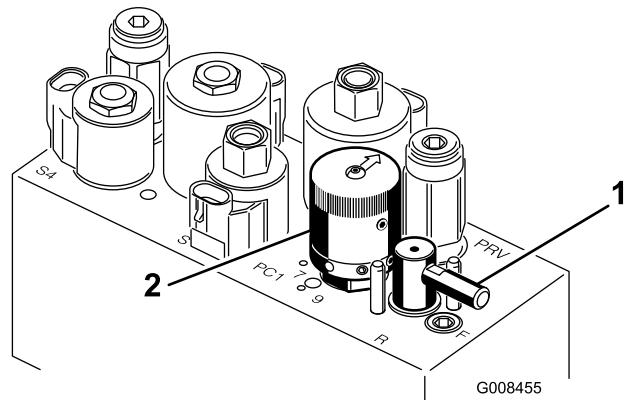

Figura 56
5. Girate la leva di lappatura in posizione "R" (Figura 56).
6. Girate il comando di velocità dei cilindri in posizione 1 Figura 56.